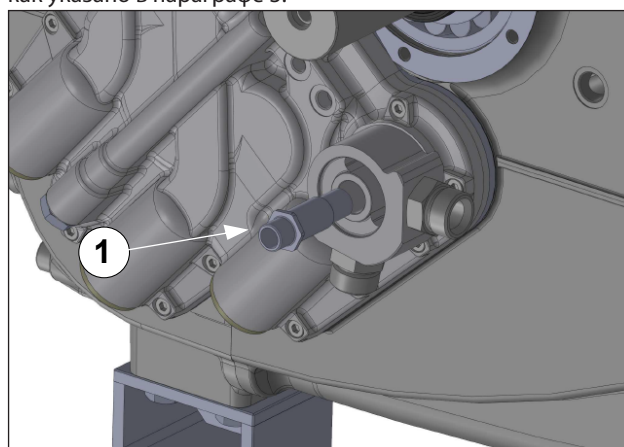

Рис. 130
Навинтите два колена, соединяющие с трубами теплообменника (поз. ①, Рис. 130) и затяните их с помощью динамометрического ключа, как указано в параграфе 3.